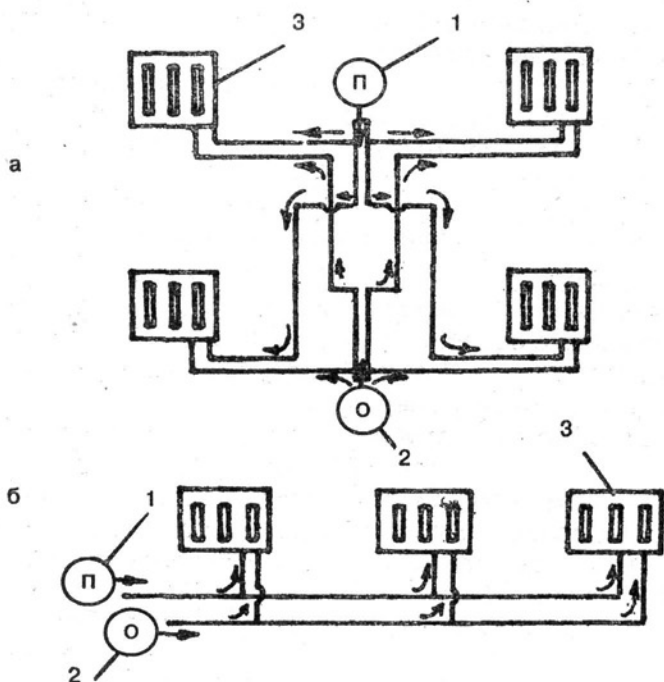

Рис. 8. Способы выполнения, двухтрубной разводки:
1. "звездой", когда прямая и обратная трубы тянутся к каждому отопительному прибору от общей "гребенки" (рис. 8 а). В этом случае и прямая труба, отходящая от водогрейного котла, и обратная труба, возвращающаяся к нему, разветвляются на несколько частей, по количеству отопительных приборов в доме.
2. "шлейфом", когда прямая и обратная трубы последовательно обходят ряд отопительных приборов (рис. 8б). При такой разводке труб отопительные приборы, расположенные ближе к генератору тепла, находятся в более выигрышном положении, так как им достается больше тепла. Дабы разница в температуре теплоносителя и, следовательно, в величине теплоотдачи отопитель-